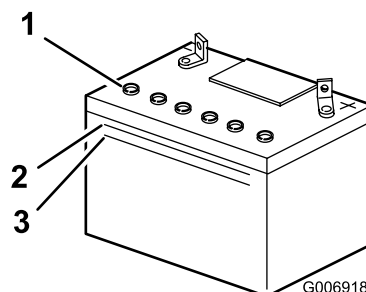

Figure 27
- Observez le côté de la batterie. Le niveau de l'électrolyte doit atteindre le trait supérieur (Figure 27).
Remarque: Le niveau d'électrolyte ne doit pas descendre au-dessous du trait inférieur (Figure 27).
3. Enlevez les bouchons d'aération de la batterie (Figure 27)
4. Versez de l'eau distillée avec précaution dans chaque élément jusqu'au repère supérieur (Figure 27) sur le côté de la batterie.
5. Attendez 5 à 10 minutes après avoir rempli les éléments. Au besoin, ajoutez de l'eau distillée pour amener le niveau jusqu'au repère supérieur sur le côté de la batterie (Figure 27).